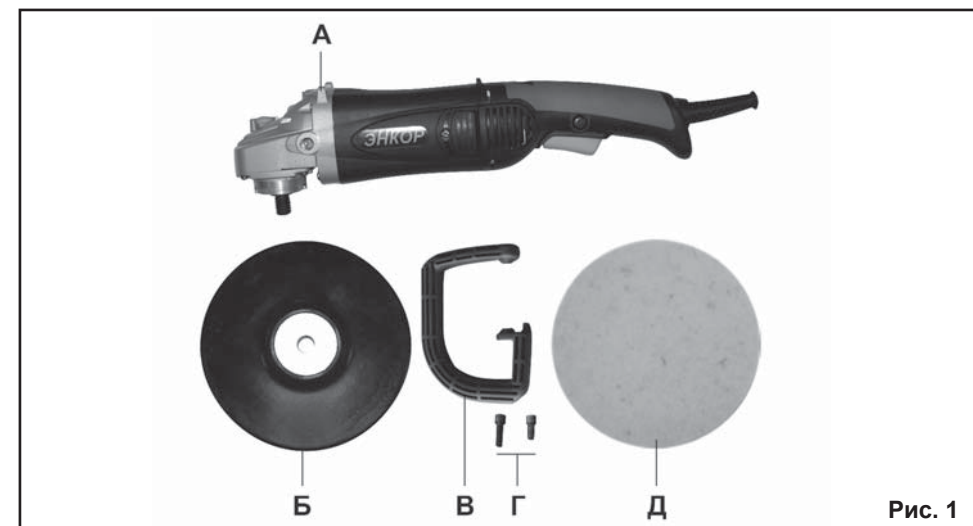

Рис. 1
3.1. Комплектность машины представлена на Рис. 1.